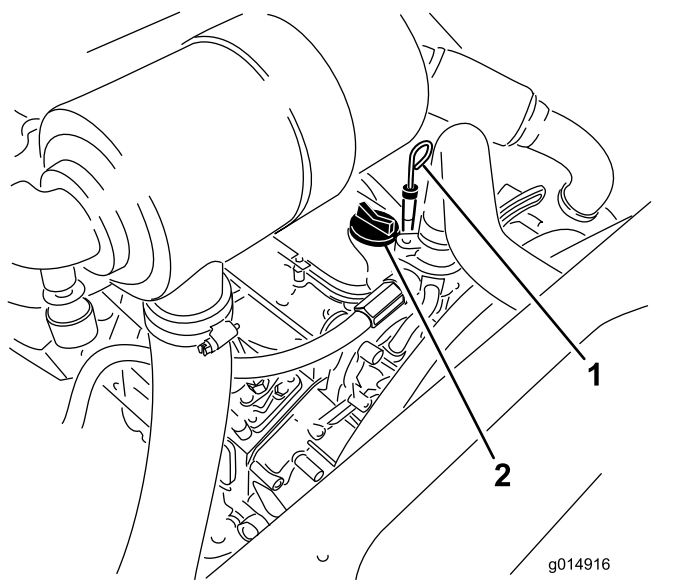

図 32
3. ディップスティックを抜き取り、付いているオイルをウェスで拭きとってもう一度差し込む(図 32)。